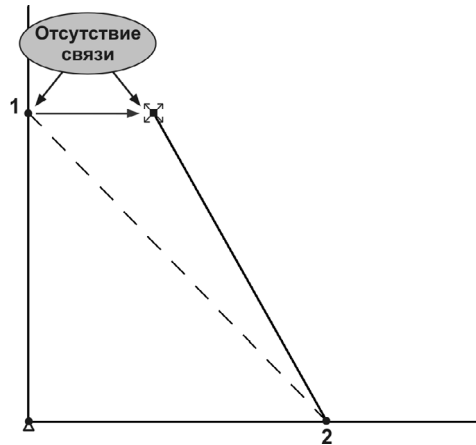

Рис. 59.15.
5. Чтобы проверить работоспособность модели, выделите наклонный отрезок. Перетащите вправо верхнюю точку привязки (рис. 59.15).